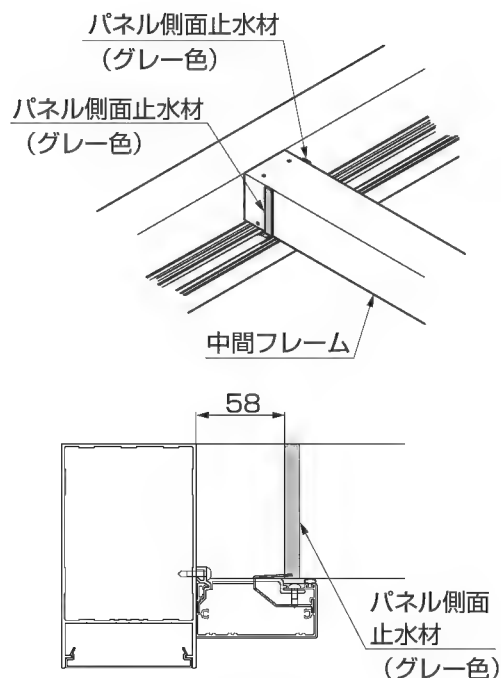

図8-4 B部詳細図
- ② パネル側面止水材を樋取付け側B部のフレーム・中間フレーム側面部に貼付けてください。(図8-4参照)